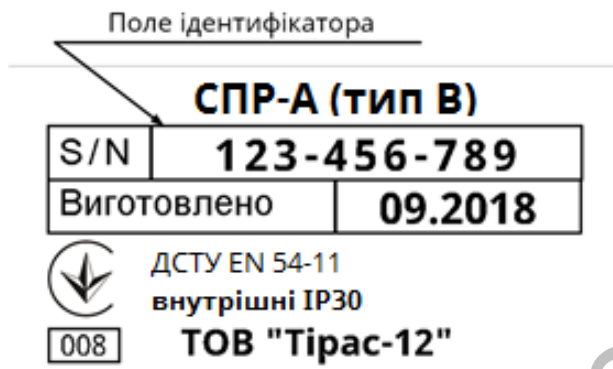

Рисунок 3 – Фірмова етикетка сповіщувача
6.3 Реєстрація (приписка) сповіщувача в системі можлива в автоматичному або ручному режимі. Перед реєстрацією в автоматичному режимі сповіщувач необхідно перевести в режим «Пожежа». При автоматичному пошуку ППКП «Тірас-А» формує список з усіх змонтованих адресних компонентів, після чого, використовуючи режим підсиленої індикації, їх необхідно розподілити в зони. При ручній приписці використовується ідентифікатор сповіщувача, що записаний на фірмовій етикетці сповіщувача (дивись рисунок 3). Для ручної приписки необхідно обрати зону та задати